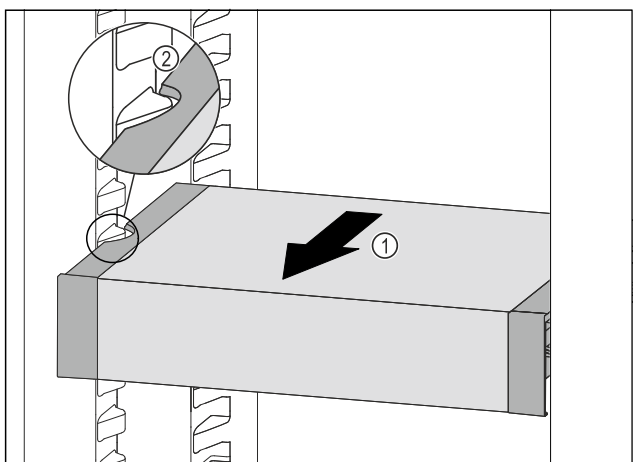

Fig. 97
- Táhněte VarioSafe dopředu Fig. 97 (1), dokud nebudou boční vybrání VarioSafe na úrovni žebrování na nádoby v chladničce. Fig. 97 (2)